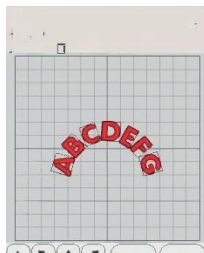

Abbildung 10 | Figure 10
Rufen Sie nach der Bestätigung die Schnittstelle in Abbildung 10 auf und stellen Sie die Buchstabenanordnung, die Bogenanordnung, die Kombination, die Drehung, die Spiegelung und andere Bearbeitungen ein. Wählen Sie den Stickrahmen mit der passenden Größe aus und drücken Sie dann die Eingabetaste, um das Sticken zu bestätigen.
After confirmation, enter the interface in figure 10, adjust the letter arrangement, arc arrangement, combination, rotation, mirror image and other editing. Select the hoop with appropriate size, then press the return key to confirm the embroidery.
1. Importieren Sie die Muster im vom Gerät unterstützten Format auf die USB-Stick und stecken Sie die USB-Stick in die USB-Schnittstelle des Geräts (siehe Abbildung 10).
Import the patterns in format supported by the machine into the USB disk, and then insert the USB disk into the USB interface of the machine in figure 10.